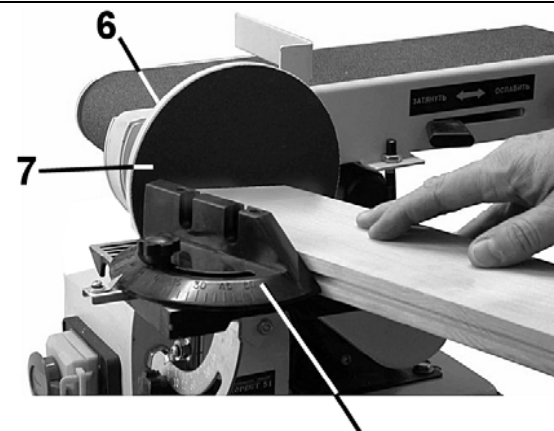

Рис.13
При использовании углового упора (32) возможно шлифование заготовок под углом от 0 до 60 градусов. Угол шлифования задается по шкале и указателю транспортира углового упора (32). Перед выполнением ответственных работ необходимо выполнить пробную обработку, рис.13.